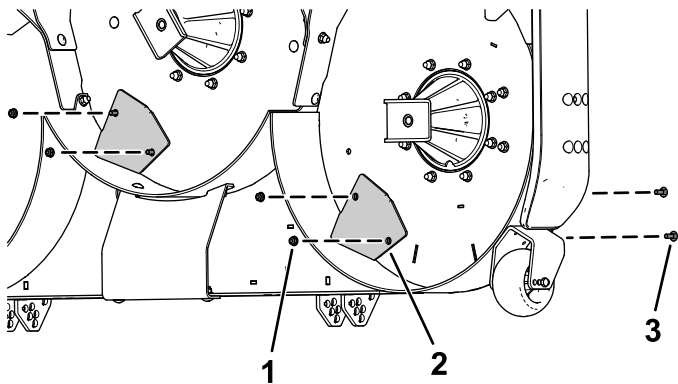

図6
2. 図6図に示すように、キャリッジボルト (5/16 x 7/8") 4本とフランジナット (5/16") 4個を使って、キッカー2つを芝刈り機のデッキに固定します。